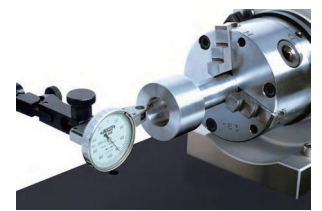

fig. 6
- Es necesario seleccionar el orificio de montaje adecuado en función de la pieza de trabajo, sujetar la pieza de sujeción (fig. 6) tras bloquear la llave, y apretarla en sentido horario. Es necesario limpiar las mordazas y la pieza de trabajo antes de la medición.